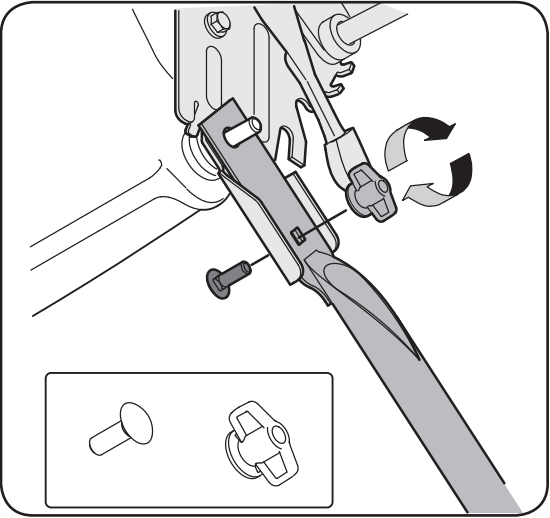

Figure 3-2
- Enlevez les goupilles fendues placées dans le trou extérieur des goupilles soudées sur les supports de montage du guidon. Placez les goupilles fendues dans le trou inférieur. Voir la Figure 3-2.
- Placez un bouton ordinaire (dans le sachet de boulonnerie fourni avec la machine) dans le trou supérieur du support de montage de droite du guidon, en procédant de l'intérieur vers l'extérieur. Voir la Figure 3-2. Maintenez-le en place avec un écrou à oreilles en plastique (boutons en forme d'étoile). Répétez de l'autre côté.